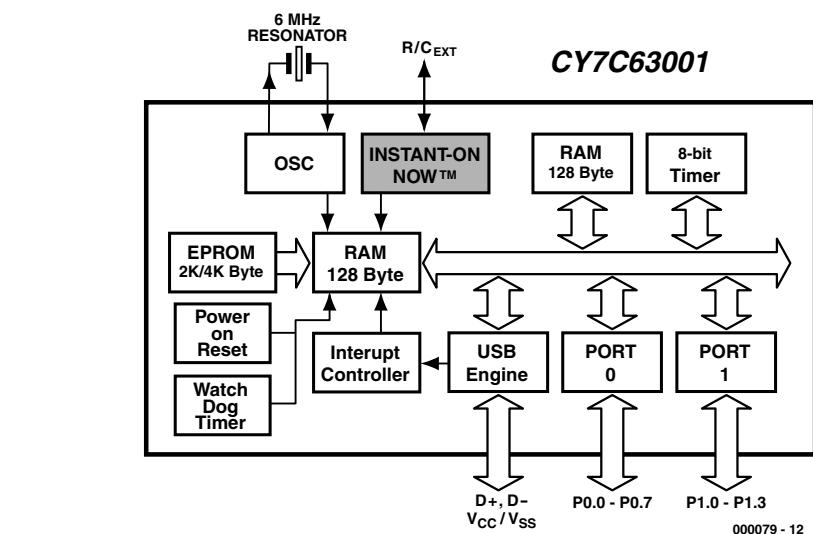

Figure 1. Structure interne du CY7C63001.
Figure 1. Exemple d'information numérique véhiculée par un train d'impulsions (trace du haut) telle qu'on le trouve sur la voie : adresse de locomotive 56 (X00X), bit de fonction actif (1), cran de vitesse 7 (0001). La trace du bas montre, sous une loupe, un zéro logique (00), un ouvert logique (10) et le début d'un un logique (1...).
La **figure 1** nous montre la structure interne de ce composant. Le microcontrôleur intègre,
microcontrôleur a été modifié et doté de fonctionnalités additionnelles. L'électronique sur laquelle repose cette réalisation prend la forme du schéma représenté en figure 1. La mesure de la température est confiée à un circuit intégré spécialisé de Dallas Semiconductor, un DS1620; ce